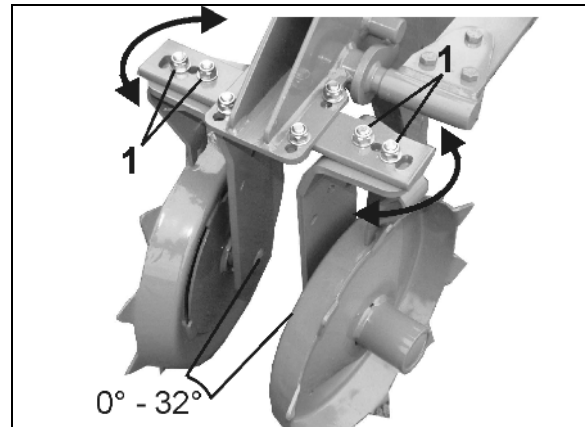

Рис. 85
1. Разъедините оба резьбовых соединения (Рис. 85/1) у каждого диска.